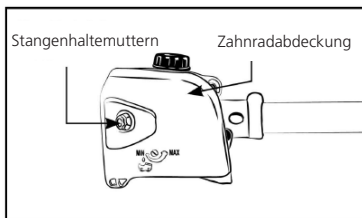

Fig. 3A
1. Entfernen Sie die Sicherungsmuttern von der Stange und schrauben Sie sie fest. Entfernen Sie dann die Ritzelabdeckung. (Abb. 3A)
5. Montieren Sie den Kettenraddeckel und ziehen Sie die Befestigungsmuttern und die Schraube der Stange an (Abb. 3A).